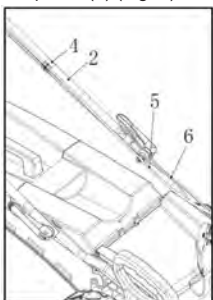

Fig. 3
7. Atașați cablul de autopropulsie (5) și cablul de frână (6) cu clema de cablu (4) pe ghidonul superior (2) (Fig. 3)